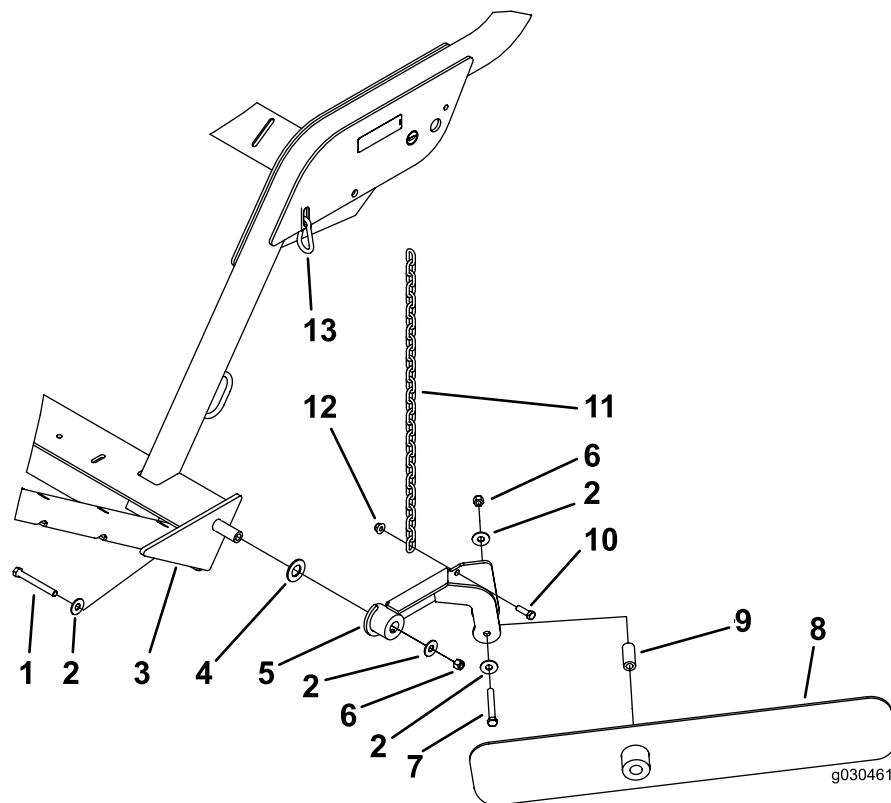

Figure 16
Remarque: Positionnez les composants comme montré à la Figure 16.
2. Fixez la lame à andain au support à l'aide d'un boulon (7/16" x 3/4"), de 2 rondelles plates, d'une entretoise et d'un contre-écrou (7/16"). Assemblez les composants comme montré à la Figure 16.
3. Fixez la chaîne au support de lame à l'aide d'un boulon (3/8" x 1 1/4") et d'un écrou à embase (3/8") (Figure 16).
4. Accrochez l'autre extrémité de la chaîne dans la fente du cadre au moyen du mousqueton (Figure 16).